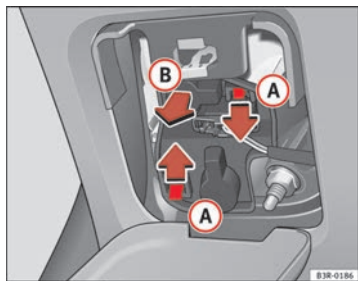

Abb. 220 Lampenträger ausbauen
- Drücken Sie in Pfeilrichtung auf die Laschen **(A)** ⇒ Abb. 220 und nehmen Sie den Lampenträger gemäß dem Pfeil **(B)** heraus.